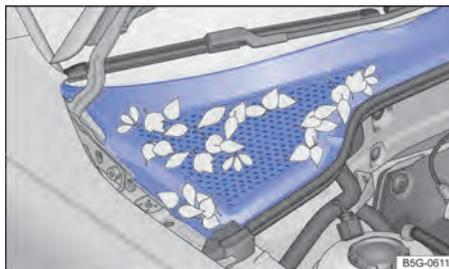

Fig. 194 Entre o compartimento do motor e o para-brisa: caixa de água (representação esquemática).
Remover folhas secas e outros objetos com um aspirador de pó ou com a mão → Fig. 194 , → ①. A limpeza do compartimento do motor deve ser sempre realizada por uma empresa especializada → ⚠.